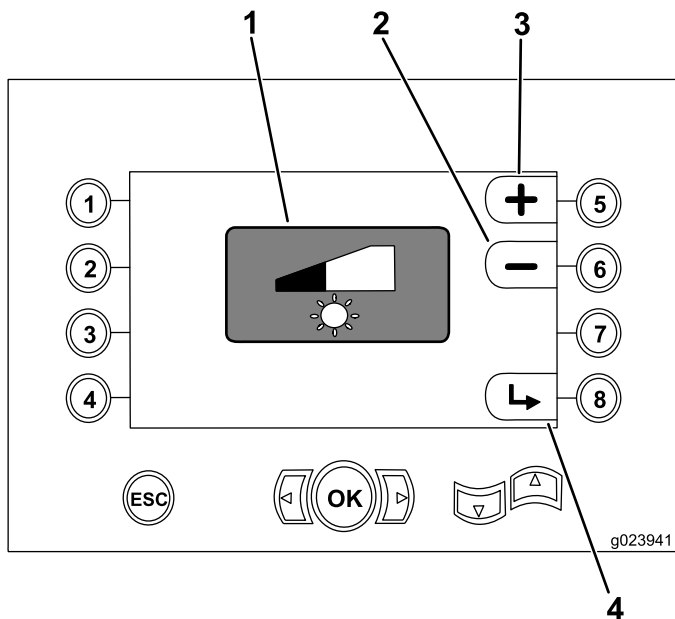

Bild 36
- Taste 5: Erhöhen der Displayhelligkeit (Bild 36)
- Taste 6: Verringern der Displayhelligkeit (Bild 36)